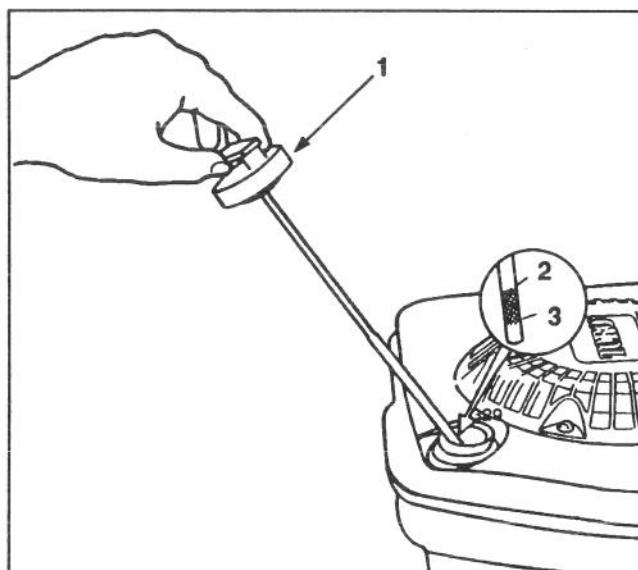

Figure 4
Avant chaque utilisation, vérifier que le niveau d'huile se trouve entre les repères FULL (plein) et ADD (ajouter) de la jauge à réglette (Fig.4). Faire l'appoint suivant les besoins.
1. VÉRIFIER LE NIVEAU D'HUILE – Veiller à ce que le niveau d'huile demeure entre les repères FULL et ADD de la jauge (Fig.4).